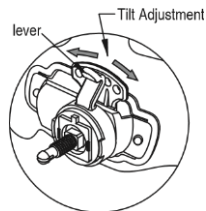

Fig. 4
- Justeringen af vippepunktet er placeret på højre side af ansigtsvisiret. Løsn den højre blokmøtrik og skub den øverste ende af justeringshåndtaget udad, indtil håndtagets stopflig frigøres fra hakkerne. Drej derefter håndtaget fremad eller bagud til den ønskede position. Det er ikke nødvendigt at fjerne ansigtsforseglingen. Stoppet aktiveres automatisk igen, når det slippes, og låser ansigtsvisiret fast i position (se fig. 4).